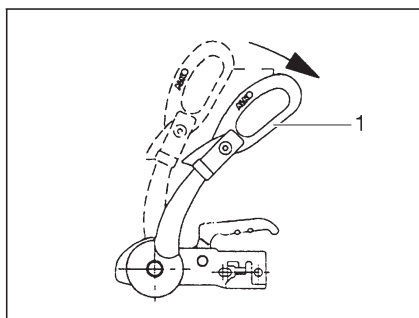

Fig. 163 Poignée de stabilisation
- Ouvrir la poignée de stabilisation (Fig. 163,1).